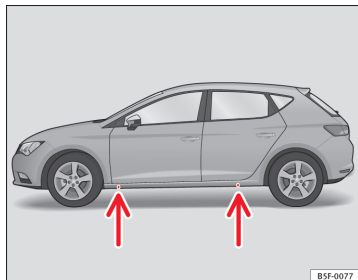

Fig. 123 Traverse : repères
- Recherchez sur le bas de caisse le point d'appui (zone renforcée) le plus proche de la roue à changer ⇒ fig. 123. Derrière ce repère se trouve, sur le bas de caisse, le point d'appui du cric\*.